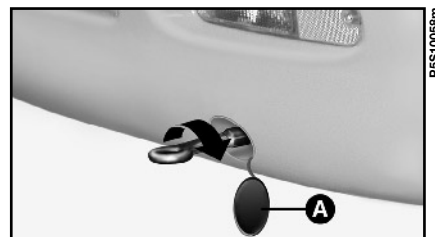

fig. 38
– Rimuovere il coperchietto **A-fig. 38** inserito a pressione sul paraurti posteriore. Per questa operazione, nel caso si utilizzi il cacciavite in dotazione con lama a punta piatta, occorre proteggere la punta stessa con un panno morbido, al fine di evitare l'eventuale danneggiamento della vettura.